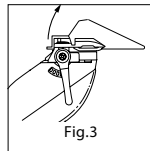

Fig.3
- Pour enlever le guide coupe, le tirer vers l'extérieur et vers le haut (figure 3).